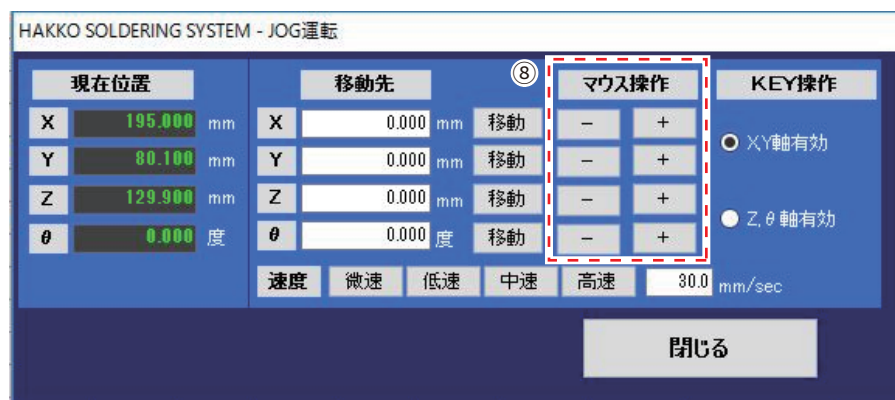

図 7-129
⑥ ポイント編集画面の終点に初期の座標が入力されています。
⑦ トップ画面の「JOG 運転」をクリックし、JOG 運転画面を開きます。(図 7-129 参照)